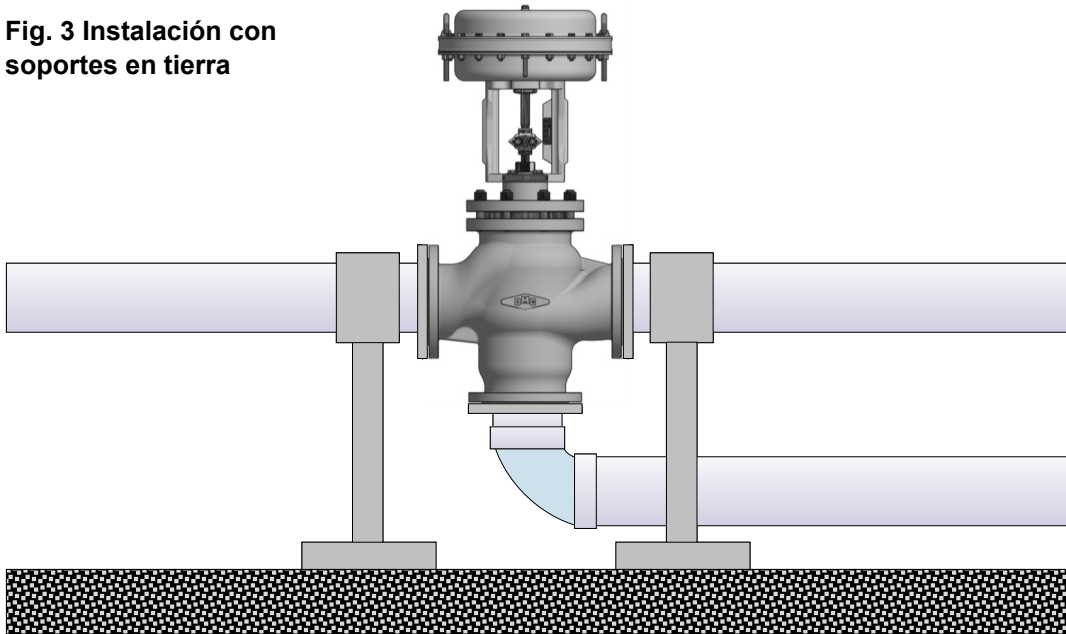

**Fig. 2 Secuencia de apriete**
Para garantizar la uniformidad de la carga y la alineación, los bulones de las bridas se deben apretar de forma gradual y en secuencia cruzada, como se indica en la «Fig. 2»
- ◆ Aflojar la tuerca (1) y desatornillar por completo los bulones (3).
- ◆ Desatornillar por completo los bulones (4) manteniendo bloqueado el vástago (2)
- ◆ Separar el grupo del bonete (5) del cuerpo de la válvula (6).
- ◆ Sacar el vástago (2) por completo del obturador superior (9) del bonete (5).
- ◆ Desatornillar los recintos (7) y (8) usando las llaves adecuadas.
- ◆ Extraer el obturador inferior (10).
- ◆ Si es necesario, reemplazar los recintos (7) y (8).
- ◆ Insertar en el bonete (5) el obturador nuevo, teniendo cuidado de lubricar el vástago con aceite de silicona.
- ◆ Reemplazar siempre la junta del cuerpo (11) limpiando con cuidado las plantas de apoyo.
- ◆ Apretar las tuercas (3) de forma gradual y en secuencia cruzada, como se indica en el ejemplo en la «Fig. 2» del párrafo 2.01, usando los pares indicados en el capítulo 5
- ◆ Sacar el vástago (2) por completo de los obturadores (9) y (10) del bonete (5).
- ◆ Desatornillar y reemplazar los recintos (7) y (8) usando las llaves adecuadas.
- ◆ Insertar en el bonete (5) el nuevo grupo obturadores, teniendo cuidado de lubricar el vástago con aceite de silicona.
- ⚠ **¡¡¡ATENCIÓN!!! La rotación de los vástagos (2) y (14) rompería el fuelle (12).**
- ◆ Separar el obturador (9) del vástago (13) quitando la clavija sobre el vástago (14), desatornillándola.
- ◆ Si es necesario, sustituir los recintos (7) y (8).
- ◆ Si es necesario, reemplazar el fuelle (12) y la junta (15) desatornillando el cuerpo (16).
- ⚠ **¡Atención! El cuerpo (16), el vástago (2) y el fuelle (12) constituyen un componente indivisible.**
- ◆ Reemplazar siempre la junta del cuerpo (11) y la junta del recinto (14) limpiando con cuidado las plantas de apoyo.
- ◆ Desatornillar por completo los bulones (4) manteniendo bloqueadas los vástagos (2) y (9).
- ⚠ **¡¡¡ATENCIÓN!!! La rotación de los vástagos (2) y (9) rompería el fuelle (12).**
- ◆ Desatornillar el recinto (7) usando las llaves adecuadas.
- ◆ Extraer los obturadores (9) y (10).
- ⚠ **¡Atención! El cuerpo (16), el vástago (2) y el fuelle (12) constituyen un componente único indivisible.**
- ◆ Sustituir siempre la junta del cuerpo (11) limpiando con cuidado las plantas de apoyo.
- ◆ Apretar las tuercas (3) de forma gradual y en secuencia cruzada, como se indica en el ejemplo de la «Fig. 2» del párrafo 2.01, usando los pares indicados en el capítulo 5.